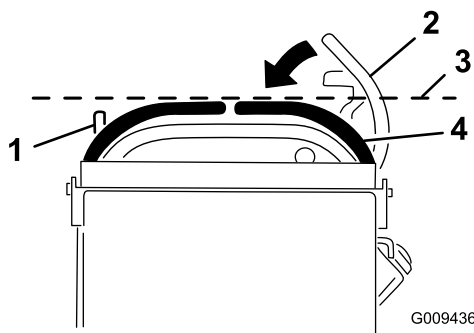

Figura 64
3. Empurre para baixo a alavanca de controlo do movimento do lado direito, para fora da posição de BLOQUEADA EM PONTO MORTO (Figura 64).
4. Verifique se a alavanca de controlo de movimento do lado direito alinha horizontalmente com a alavanca de controlo de movimento do lado esquerdo (Figura 64).